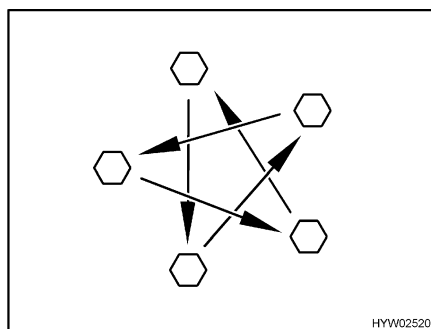

Fig. 186 Serrare a croce i dadi o i bulloni delle ruote
- Controllare regolarmente il serraggio dei dadi o dei bulloni. Regolare a croce (Fig. 186) il serraggio dei dadi o dei bulloni di una ruota sostituita dopo circa 50 km.